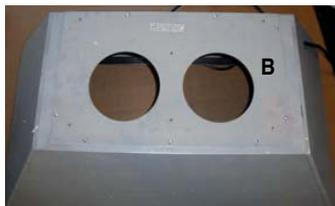

FIGURE 7
1. Installez la plaque de canalisation **B** (Figure 7) fournie dans la trousse du ventilateur, sur le haut de la hotte, avec les orifices à proximité de l'avant. Utilisez les 9 vis fournies avec la trousse du ventilateur.